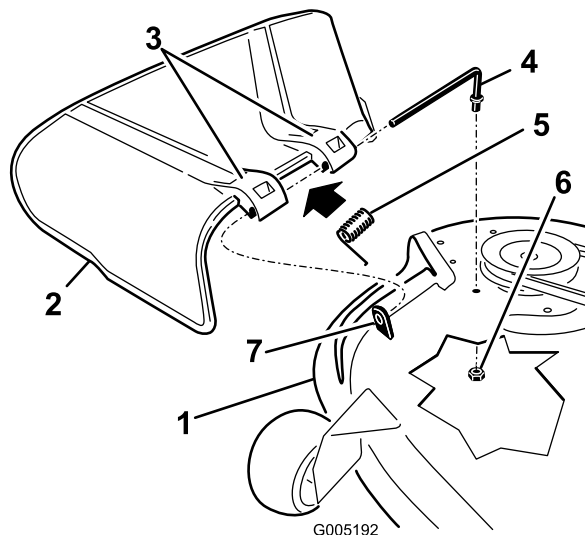

Figure 58
1. Repérez les éléments illustrés à la Figure 58.
2. Retirez l'écrou (3/8 pouce) de la tige, sous le plateau de coupe (Figure 58).
3. Sortez la tige de la courte cheville de positionnement, du ressort et du déflecteur d'herbe (Figure 58).
5. Remettez en place le déflecteur d'herbe (Figure 58).
7. Placez le ressort sur la tige, les fils d'extrémité dirigés vers le bas, entre les supports du déflecteur d'herbe. Insérez la tige dans le deuxième support du déflecteur d'herbe (Figure 58).
9. Fixez l'extrémité arrière de la tige dans le plateau de coupe à l'aide d'un écrou (3/8 po), comme montré à la Figure 58.